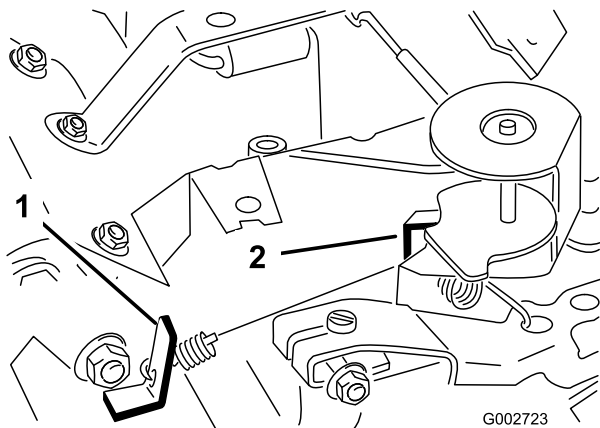

Bild 29
3. Biegen Sie den Anker-Federmitnehmer (Bild 29), um eine Leerlaufgeschwindigkeit von 1750 ± 50 U/min zu erzielen. Prüfen Sie die Motordrehzahl mit einem Drehzahlmesser.
5. Stellen Sie den Gasbedienungshebel auf Schnell“. Biegen Sie den Federankermittnehmer in der Vollgaseinstellung (Bild 29), bis Sie eine Vollgasdrehzahl von 3150 ± 50 U/min realisieren.